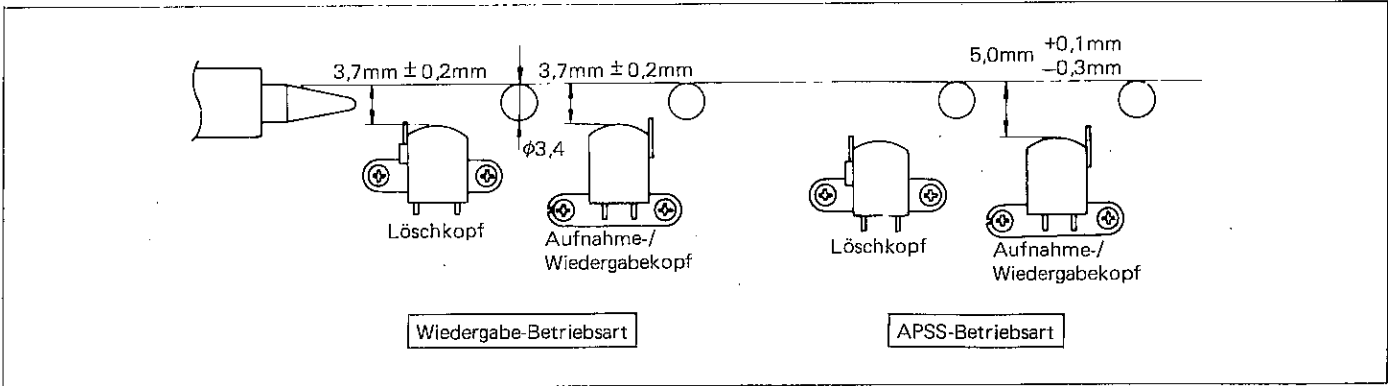

Abbildung 37-1
■ EINSTELLUNG DES KOPFHUBS (Siehe Abbildung 37-1.)